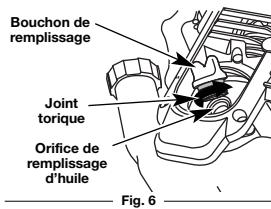

Fig. 6
- Retirez le bouchon / la jauge d'huile du carter-moteur. Versez tout le contenu de la bouteille d'huile dans le carter-moteur (Fig. 6).